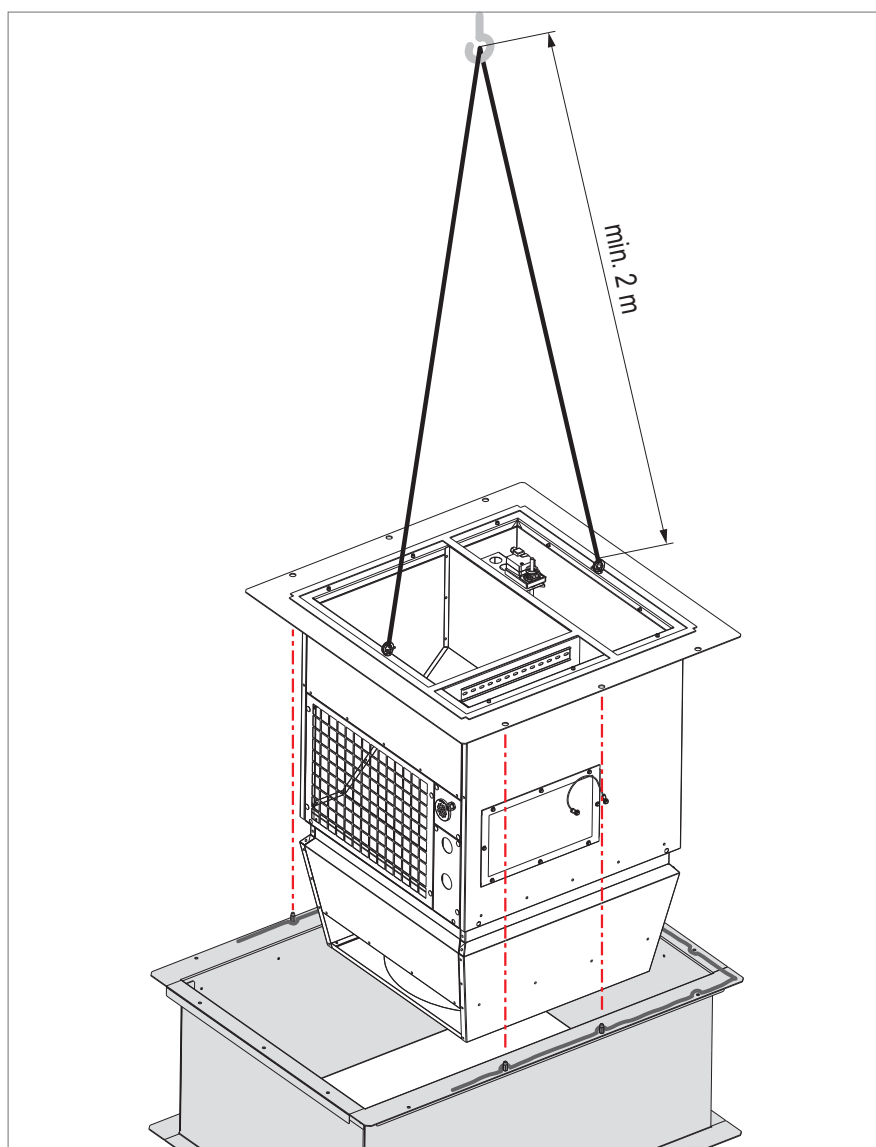

Fig. 26: Suspension de l'élément sous-toiture
- Respecter la longueur minimale des câbles de levage (voir Fig. 26).